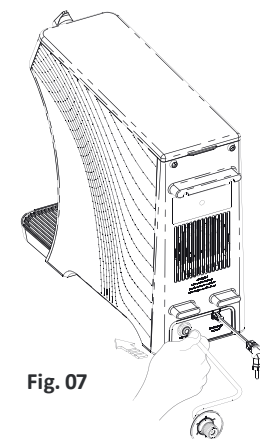

Fig. 07
- Após isto, conecte a outra extremidade da mangueira na parte traseira do produto no local indicado como entrada (Fig. 07).